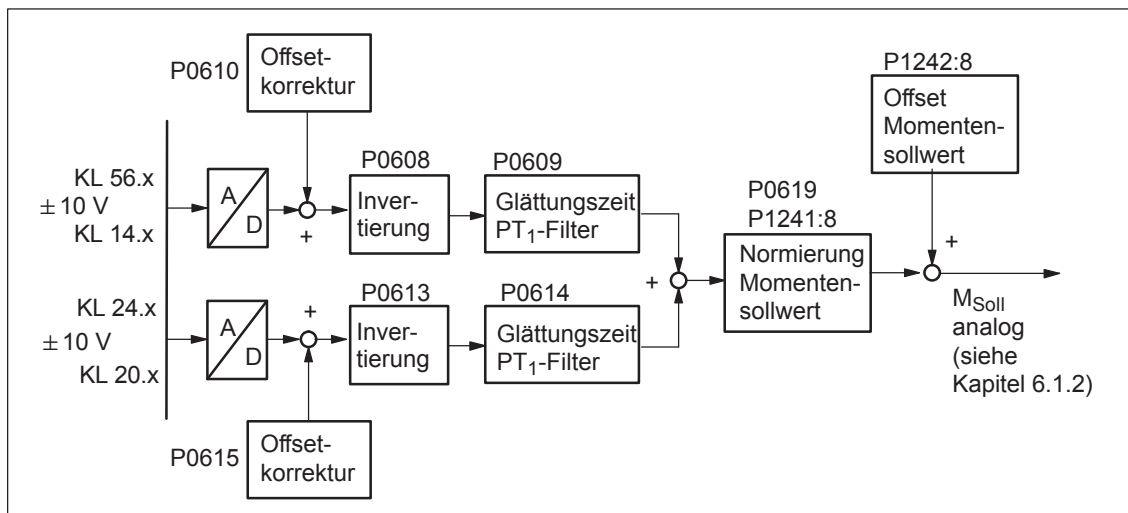

Bild 6-64 Momentengesteuerter Betrieb über KL 56.x/14.x und/oder KL 24.x/20.x
**$M_{\text{Soll}}$ -Betrieb über KL 56.x/14.x und/oder KL 24.x /20.x** Der analoge Momentensollwert  $M_{\text{Soll analog}}$  ist abhängig von der Parametrierung der Analogeingänge und kann sich aus der Spannung an KL 56.x/14.x und/oder KL 24.x/20.x sowie der Offsetkorrekturen, Invertierungen und des Offsets für den Momentensollwert zusammensetzen (siehe Bild 6-64).